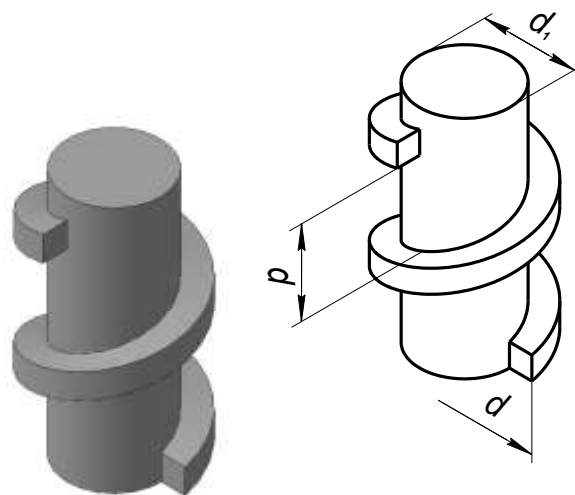
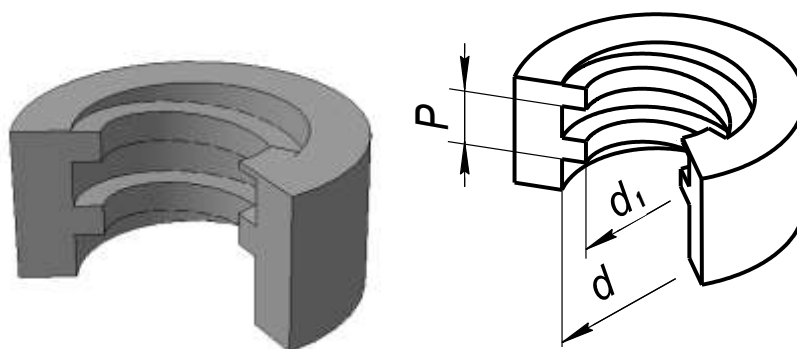

Рис. 2. Деталь с наружной резьбой
Рис. 3. Деталь с внутренней резьбой
Если перемещать какую-либо плоскую фигуру (прямоугольник, треугольник, трапецию), лежащую в осевой плоскости поверхности цилиндра или конуса, так, чтобы вершины этой фигуры, углубляясь в поверхность, описывали винтовую линию, то на поверхности образуется **винтовой выступ**, называемый **резьбой**. На рис. 2 и рис. 3 резьба образована плоской фигурой - прямоугольником.
В общем случае, деталь с наружной резьбой называется **винтом** (рис. 2), а деталь с резьбой в отверстии (внутренней резьбой) называется **гайкой** (рис. 3).
1. **Профиль резьбы** - это плоская фигура, образующая винтовой выступ. В практике наиболее часто встречаются резьбы с треугольными, трапецидальными и прямоугольными профилями. На рис. 2 и рис. 3 изображена резьба с прямоугольным профилем, на рис. 4 – с профилем равнобокой трапеции.
2. **Наружный диаметр** резьбы – d – на винте это диаметр по выступам, на гайке – по впадинам (см. рис. 2, рис.3).
4. **Шаг резьбы** – p - это расстояние между двумя ближайшими витками, измеренное в осевом направлении винта или гайки (см. рис. 2, рис. 3). Для некоторых видов резьб характерен параметр, идентичный шагу – **число ниток на один дюйм** (подробнее об этом ниже).